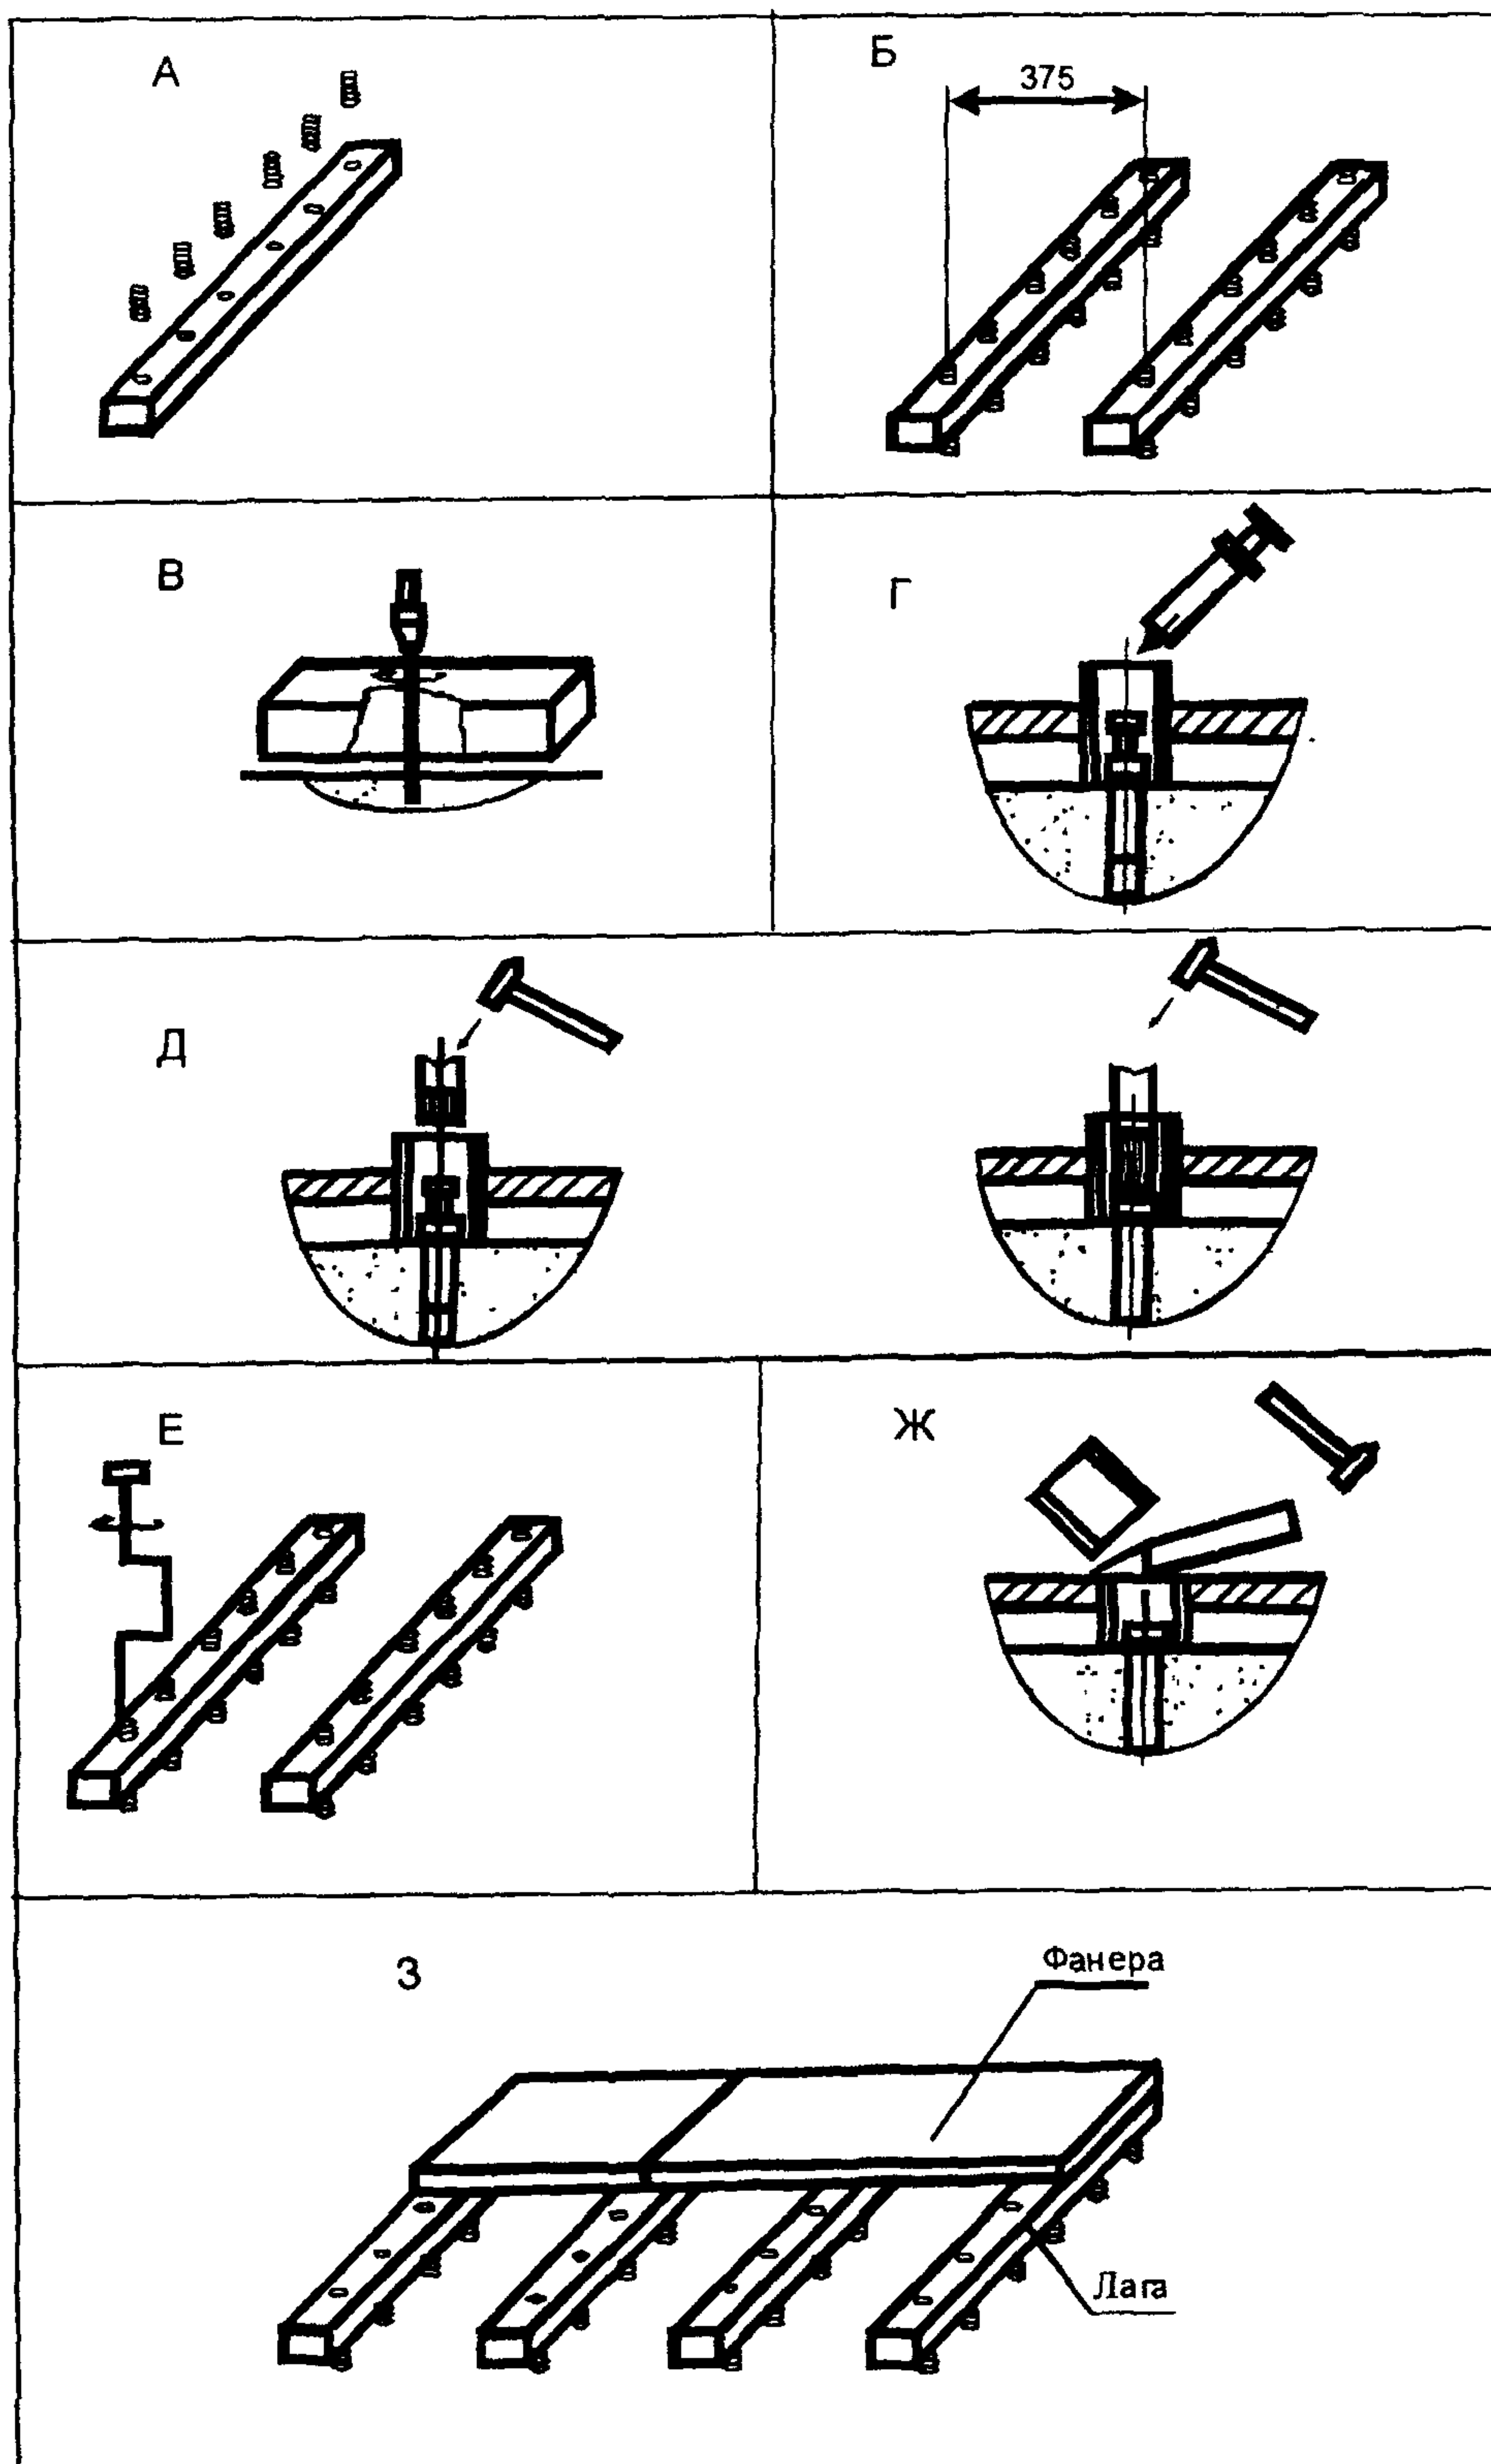

Рисунок 4 — Последовательность операций при установке регулируемых лаг и закреплении к ним сборной стяжки
5.60. При значительных неровностях подстилающего слоя, а также при необходимости укладки сборной стяжки по тепло- и звукоизолирующему слою или прохождении под стяжкой труб возможно выполнение сборной стяжки из фанеры по регулируемым лагам со сквозными резьбовыми отверстиями (рисунок 4).
5.62. Перед установкой в отверстия лаг ввинчиваются пластиковые болты-стойки, на которые опираются лаги (рисунок 4, А).
5.63. Лаги устанавливаются на перекрытии с шагом 375 мм, после чего через болты-стойки в перекрытии засверливаются отверстия (рисунок 4, Б, В).
5.64. В болт-стойку помещают дюбель-гвоздь, который на неполную глубину забивают с помощью дробника в отверстие, выполненное в перекрытии (рисунок 4, Г, Д).
5.65. С помощью завинчивающего инструмента регулируют необходимое положение лаг по уровню (рисунок 4, Е) и окончательно закрепляют лаги к перекрытию с помощью дюбеля-гвоздя, после чего выступающие части болтов-стоек срезают с помощью стамески (рисунок 4, Ж).
5.66. На установленные таким образом лаги укладывают сборную стяжку из двух слоев фанеры толщиной по 12 мм, закрепляя их с шагом 150 мм саморезами. При этом второй лист фанеры должен перекрывать стыки нижнего слоя (рисунок 4, З).